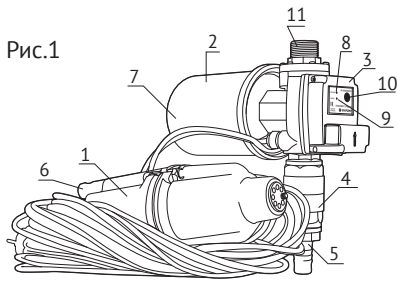

Рис.1
б) При помощи хомута присоедините второй конец шланга к штуцеру 5 (см. рис.1).
Присоедините напорную магистраль к пластиковому резьбовому патрубку блока управления 11 (см. рис.1). При монтаже не прилагайте чрезмерных усилий, для уплотнения соединения используйте тефлоновую ленту. Направление стрелки на корпусе блока управления должно соответствовать направлению потока жидкости.
7) Перед запуском станции проверьте давление воздуха в гидроаккумуляторе, присоединив к пневмоклапану 7 (см. рис.1) автомобильный насос с манометром. Величина давления сжатого воздуха в гидроаккумуляторе должна быть 1-1,2 бар. При необходимости подкачайте воздух, иначе может произойти разрыв мембраны.
6. Выход из режима аварии производится нажатием кнопки 10 (см. рис.1), или вручную, путем отключения блока управления от электропитания не менее, чем на 6 секунд.